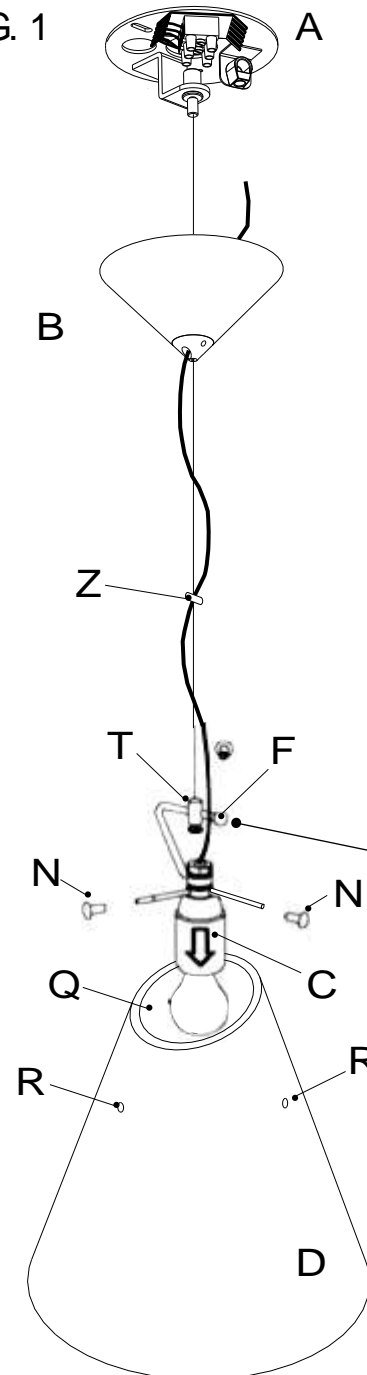

FIG. 2
- FIG. 2** Sospingere il rosone "B" verso il soffitto, e quindi fissarlo con il grano "H".
5. **BILD 2** - Die Deckenrosette "B" gegen die Decke schieben und dann es mit dem Korn "H" fixieren.
5. **FIG. 2** - Pousser la rosace "B" vers le plafond et ensuite la fixer avec le grain "H".
5. **FIG. 2** - Llevar el plafón hacia el techo y fijarlo con el perno "H". Nota: Utilizar la llave hexagonal suministrada con el plafón.